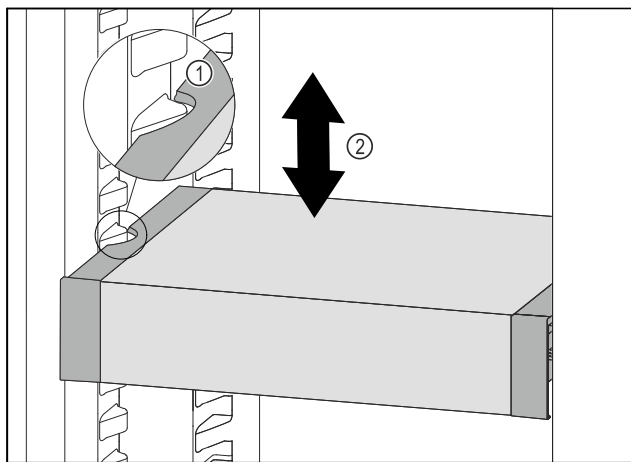

Fig. 89
- VarioSafe naar voren trekken tot de uitsparingen aan de zijkant van de VarioSafe zich ter hoogte van de rib in het koelgedeelte bevinden. Fig. 89 (1)
- VarioSafe in het koelgedeelte omhoog of omlaag bewegen tot de gewenste hoogte is bereikt. Fig. 89 (2)